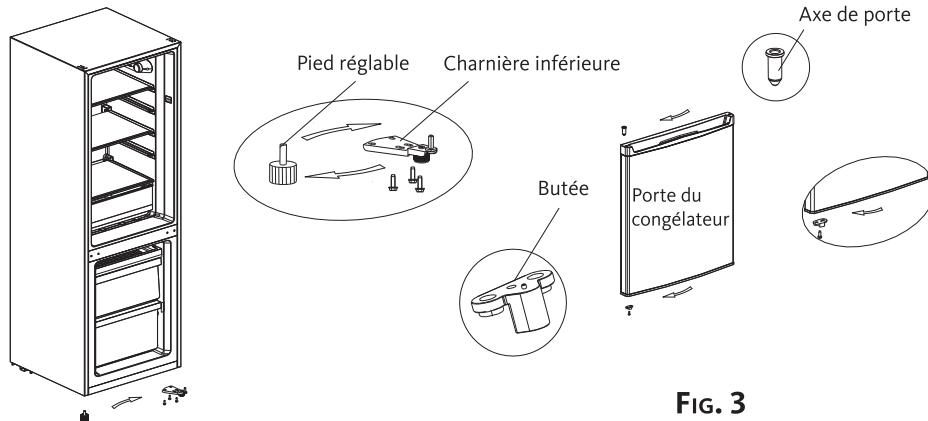

FIG. 3
3. Retirez la porte du compartiment congélateur. Basculez l'appareil vers l'arrière. Retirez les 2 pieds avant réglables en hauteur puis, retirez la charnière inférieure (voir figure 3).
4. Installez l'ensemble charnière inférieure et pieds réglables de l'autre côté. Puis, installez l'axe de porte et la butée de la porte du congélateur de l'autre côté (fig. 3).